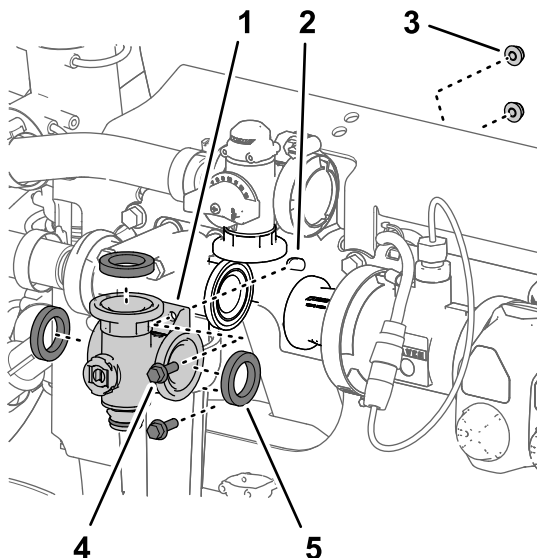
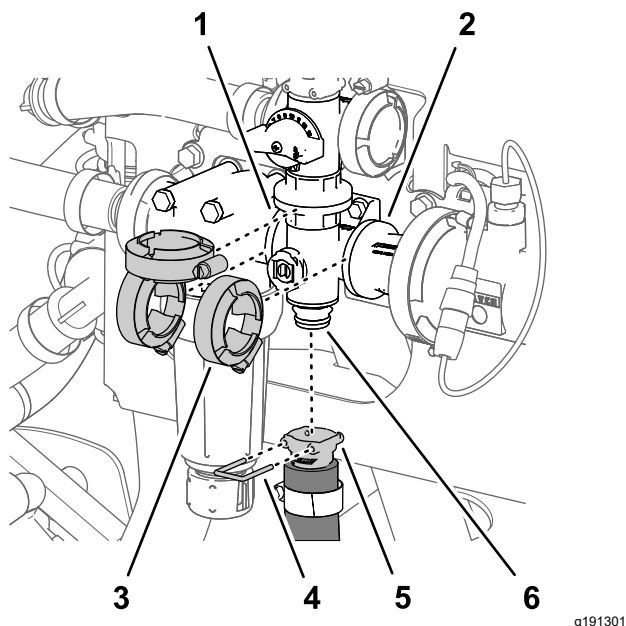

図 135
図 136
- 攪拌バルブマニホルドのフランジ、ガスケット 3枚、攪拌バイパスバルブのフランジ、圧力フィルタのヘッド、カップリングアダプタを整列させる 図 135と図 136。
2. 攪拌バルブマニホールドを、攪拌バイパスバルブ、圧力フィルタのヘッド、カップリングアダプタに仮止めする 図 136 攪拌マニホールドバルブの取り外し \(ページ 82\) で外したフランジクランプ3個を使用する。
5. フランジクランプ3個を手締めする 図 136。
6. 攪拌ホースのクイックコネクトカップラを、攪拌バルブマニホールドのクイックコネクトフィッティングに組み付けて、クイックコネクトピンで固定する 図 136。